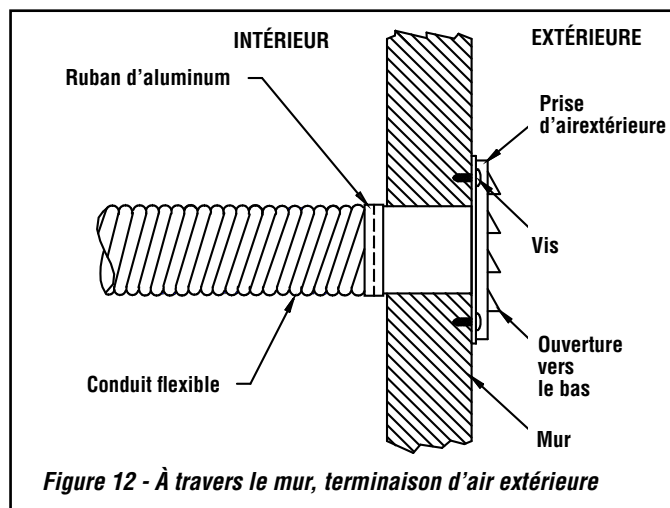

Figure 12 - À travers le mur, terminaison d'air extérieure
- Le registre d'admission d'air ne doit pas être installé à plus de dix (10) pieds (3050 mm) au-dessus de la base du poêle.
- Faites une ouverture de 4-1/4 po. (110 mm) dans le mur extérieur de la maison à l'emplacement choisi. De l'extérieur, placez le registre d'air dans l'ouverture (les persiennes ouvertes vers le bas) et fixez le registre au mur avec les vis tel que montré (*voir Figure 12*).
- Fixer la gaine sur la prise du poêle (*voir Figure 12*). En vous servant du ruban d'aluminium (inclus), enroulez le ruban autour du joint entre le conduit flexible et les entrées d'air.